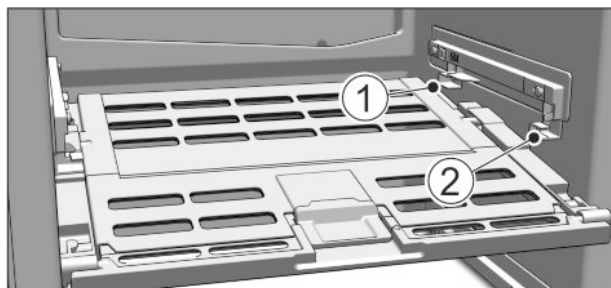

Fig. 51
▶ Nasazení víka přihrádky na ovoce a zeleninu: Výstupky víka zaveďte zdola do zadních držáků Fig. 51 (1) a vpředu zaklesněte do držáku Fig. 51 (2).